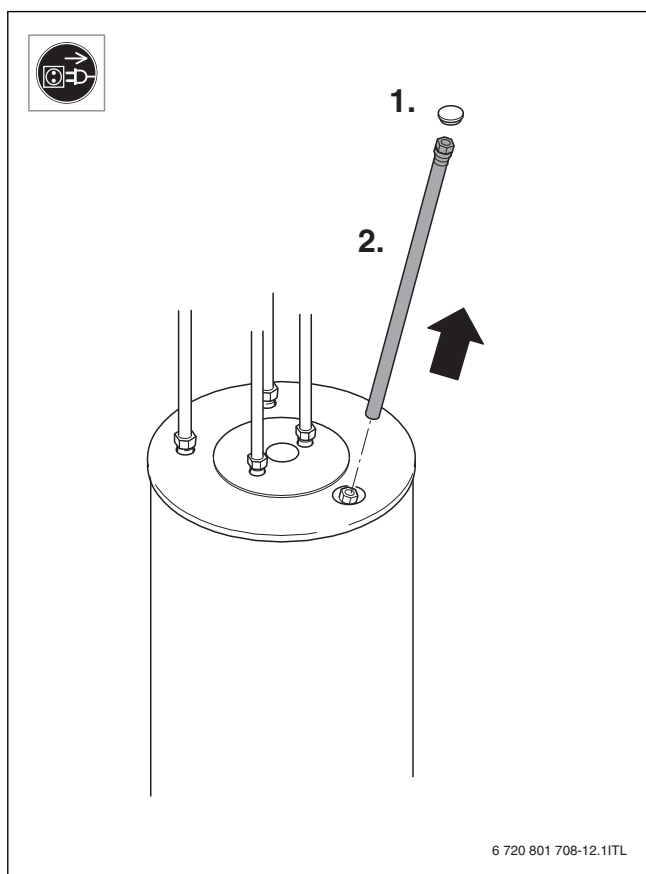

Fig. 17
- ▶ Демонтируйте и проверьте магниевый анод (→ рис. 17 и 18, стр. 63).